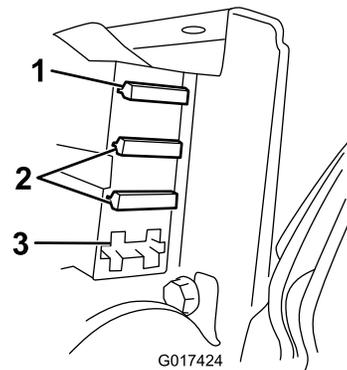

图 36
3. 检查保险丝盒内的保险丝图 36。
4. 如果任何保险丝熔断请使用具有适当电压和电流的保险丝进行更换图 36。